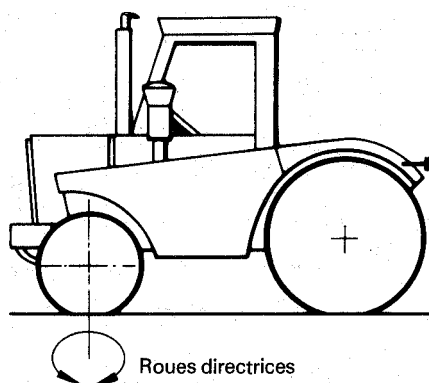

Figure 5 — Direction agissant sur les roues avant
5.1.3.1 Direction agissant sur les roues avant (voir figure 5)